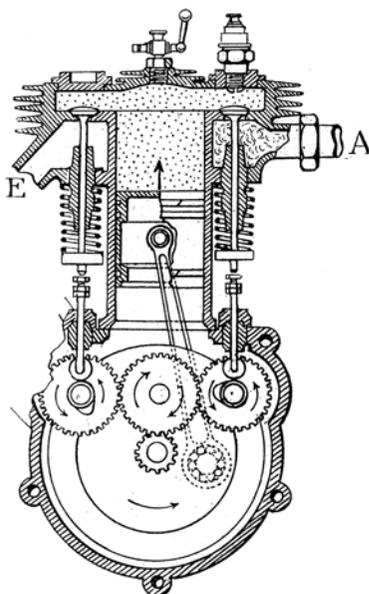

Fig. 3 - Moteur monocylindrique à quatre temps.
**Deuxième temps : Compression** (figure 3) — Le piston remonte alors (sens de la flèche verticale, fig. 3) ; pendant cette